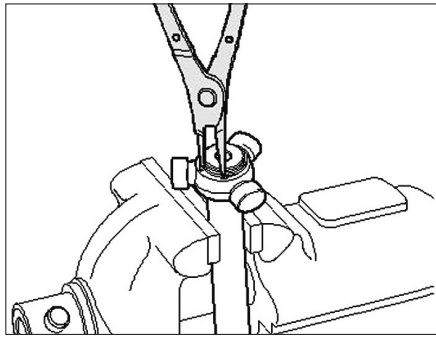

Fig. 13
- Déposer le circlip du tripode (Fig.13).